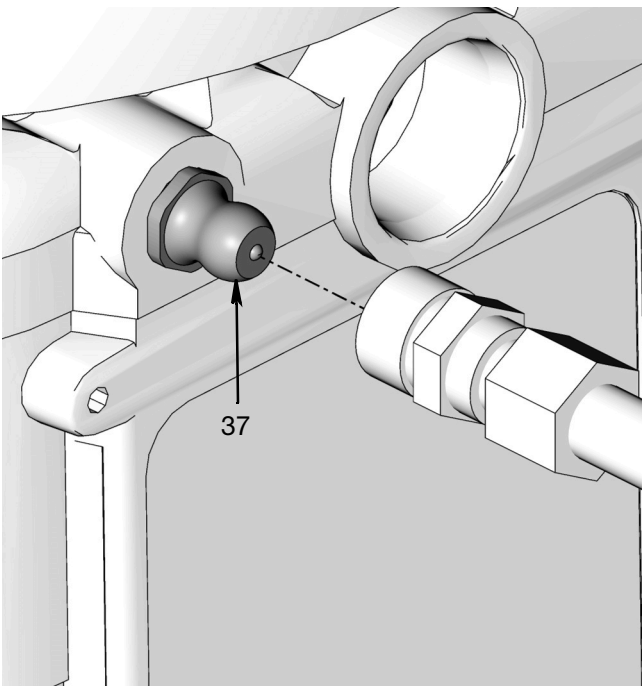

图 11
1. 将注入管与入口管件连接 *(37)（图 11）。
1. 将注入管与入口管件连接（图 11）。